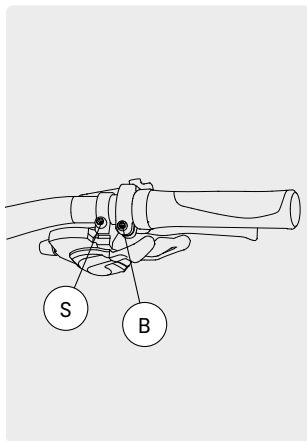

ABB. 25
- 1 Lösen Sie die Innensechskantschrauben S und B an Schalt- und Bremshebel (Abb. 25).